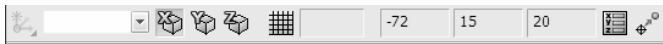

图 4-107 设置旋转轴
2) 在窗口下面工具栏中选中图标, 设置旋转轴为 X 轴, 如图 4-107 所示。